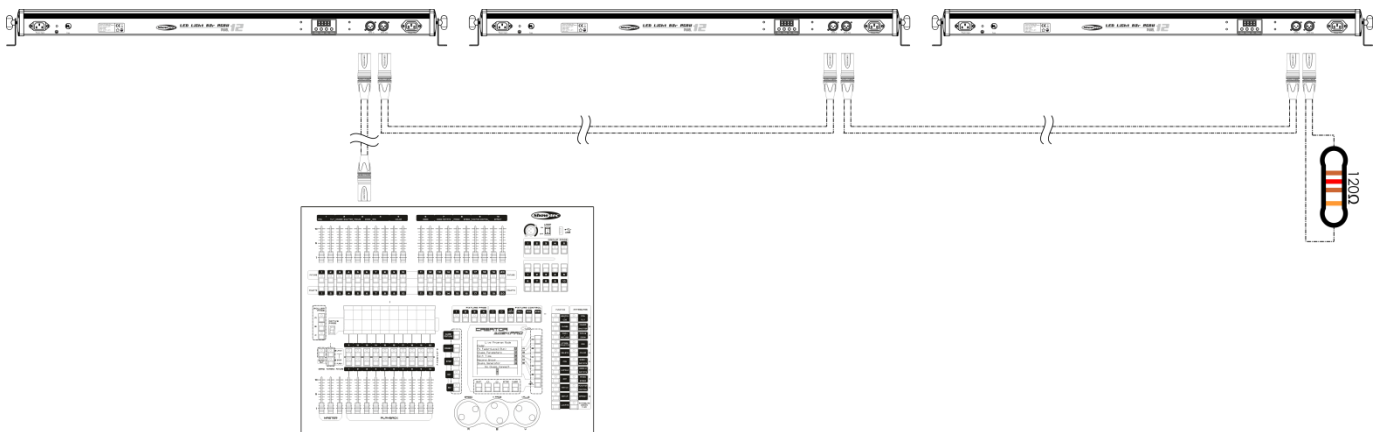

Fig. 03
- 04) Conecte las unidades entre ellas como se muestra en la Fig. 03. Para ello conecte un cable de señal DMX que vaya desde el conector DMX Out (salida) de la primera unidad hasta el conector DMX In (entrada) de la segunda unidad. Repita este proceso para interconectar las unidades segunda y tercera.